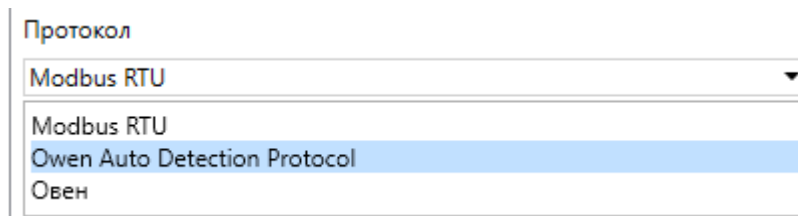

Рисунок 7.4 – Выбор протокола
1. В выпадающем меню **«Протокол»** выбрать протокол **«Owen Auto Detection Protocol»** (см. рисунок 7.4).